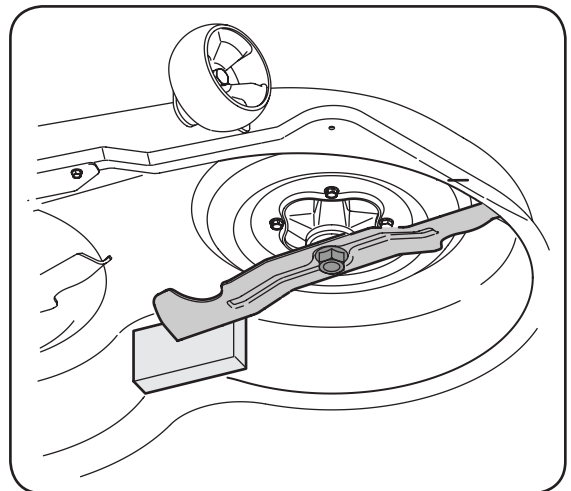

Figure 6-8
4. Pour aiguiser les lames, la même quantité de métal des deux extrémités des lames sur le côté tranchant. Aiguissez le bord tranchant sur toute sa longueur, parallèlement au bord arrière, soit à un angle de 25° à 30°. Voir la Figure 6-8.